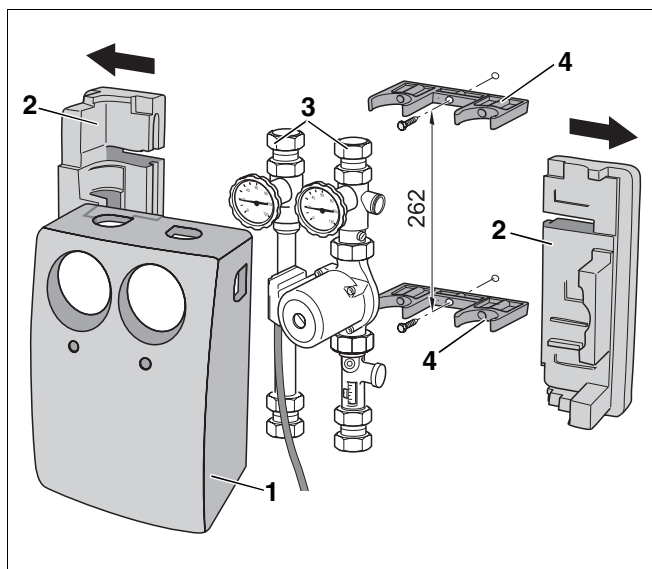

Fig. 6 Desmontar o isolamento térmico dianteiro
Antes de poder montar o suporte de parede (Fig. 6, **Item 4**), deverá abrir a estação solar.
- ▶ Retire o isolamento térmico dianteiro (Fig. 6, **Item 1**).
- ▶ Retire ambas as peças de isolamento térmico traseiras (Fig. 6, **Item 2**), à esquerda e à direita.
- ▶ Desencaixe ambos os conjuntos de tubos da impulsão e do retorno (Fig. 6, **Item 3**), em cima e embaixo, do suporte de parede (Fig. 6, **Item 4**).
- ▶ Faça, para cada suporte de parede (Fig. 6, **Item 4**), um furo de 8 mm a uma distância de 262 mm e aparafuse o suporte de parede.
- ▶ Encaixe novamente ambos os conjuntos de tubos da bomba da impulsão e do retorno (Fig. 6, **Item 3**) no suporte de parede.
- ▶ Volte a colocar ambas as peças de isolamento térmico traseiras (Fig. 6, **Item 2**), à esquerda e à direita.